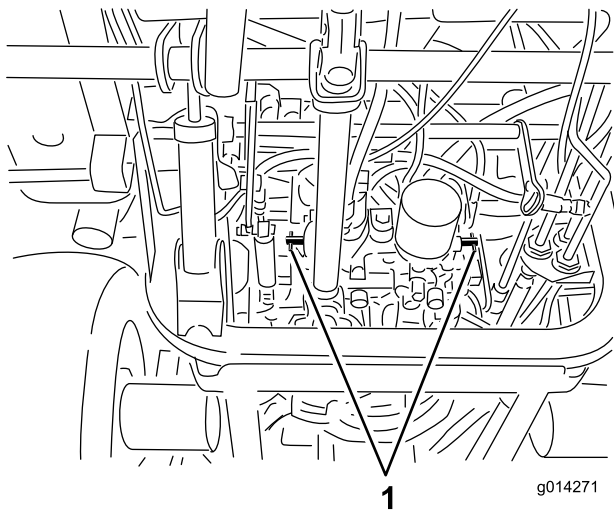

図 34
4. 各バイパスバルブを左回りに1回転させる図 34。
各バイパスバルブを右に回転させて手締めするおおよそ 8 Nm (図 34)。